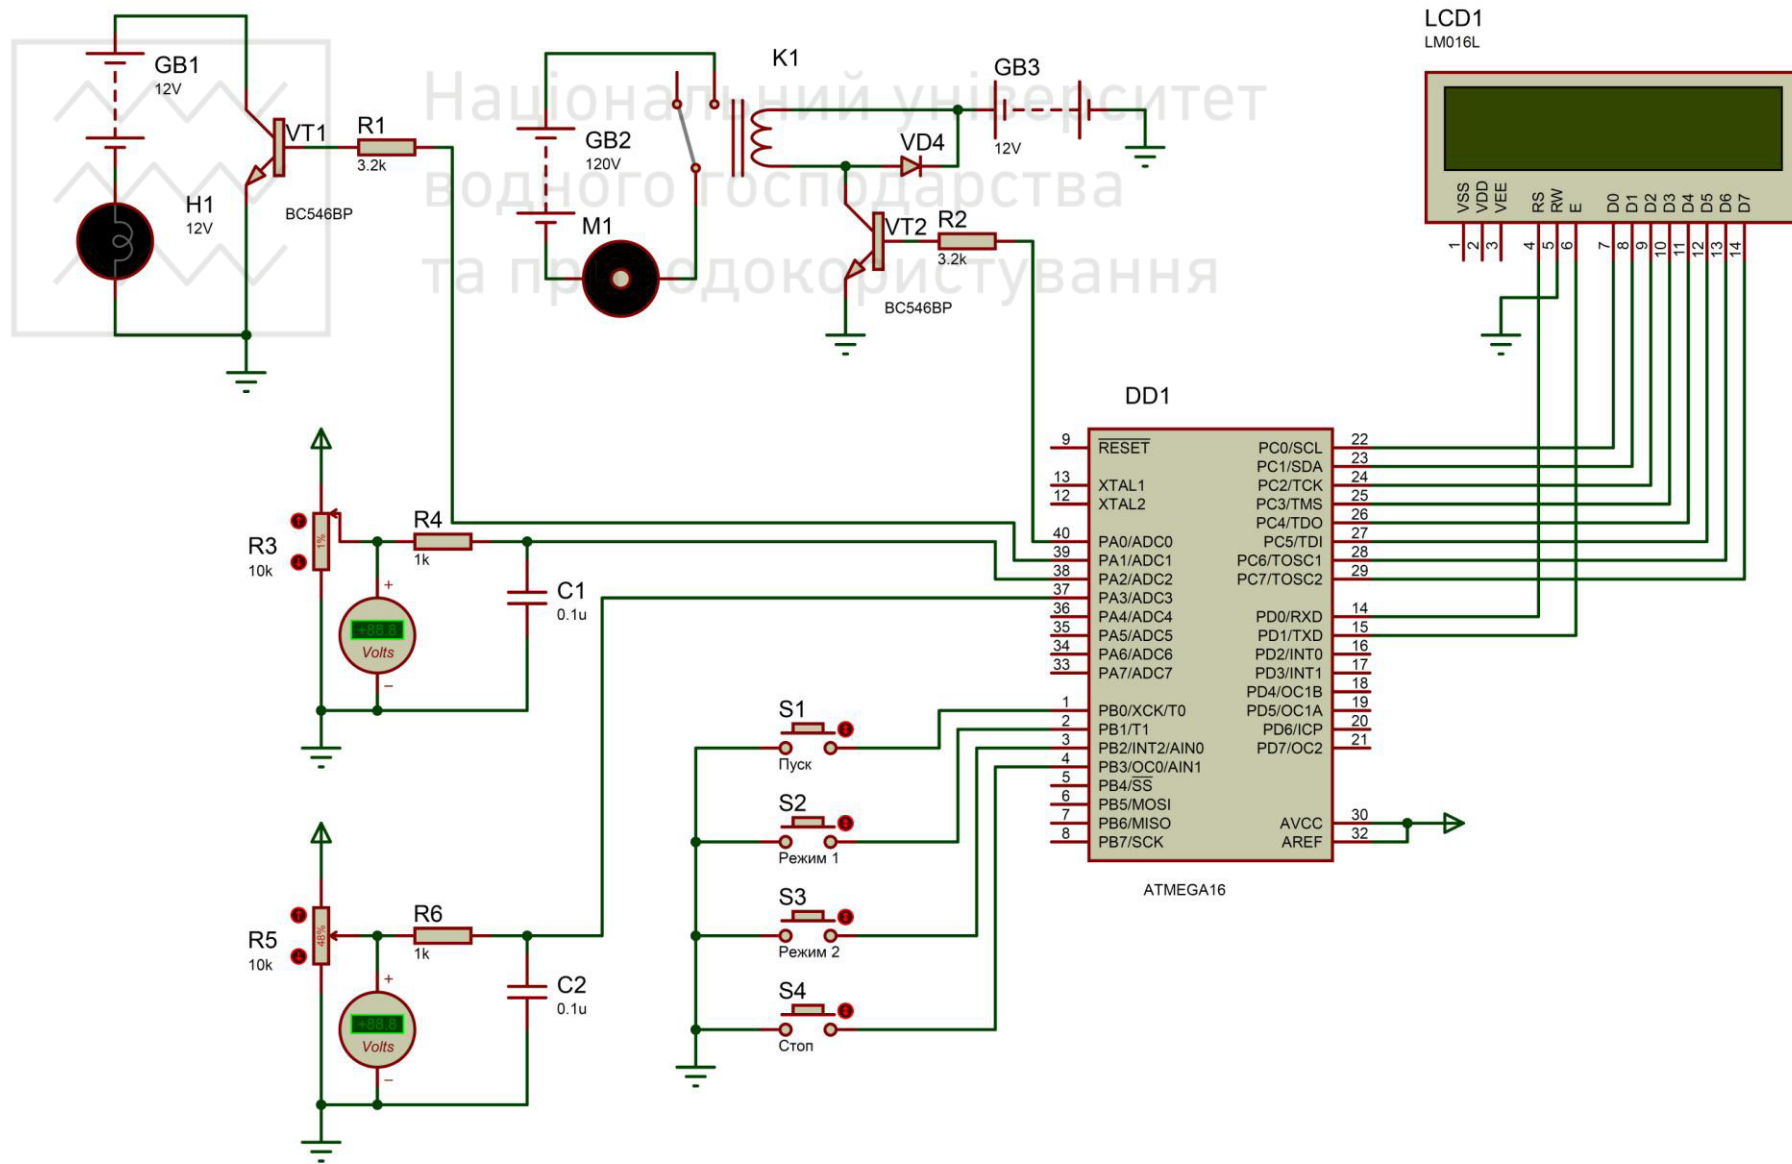

Рисунок 1.2 - Принципова схема пристрою №2
*Схема пристрою – рис. 1.2.*
Назви рисунків і таблиць нумерують арабськими цифрами в межах кожного розділу, наприклад: «Рисунок 1.2 – Розрахункова схема електричної мережі» - другий рисунок першого розділу, «Таблиця 1.3 - Техніко-економічне порівняння варіантів» - третя таблиця першого розділу тощо. Назви рисунків розміщують у центрі під рисунками, а назви таблиць – з лівого боку над таблицями. Посилання на рисунки та таблиці здійснюється наступним чином: «... на рис. 1.2 ...», «... у табл. 1.3 ...».